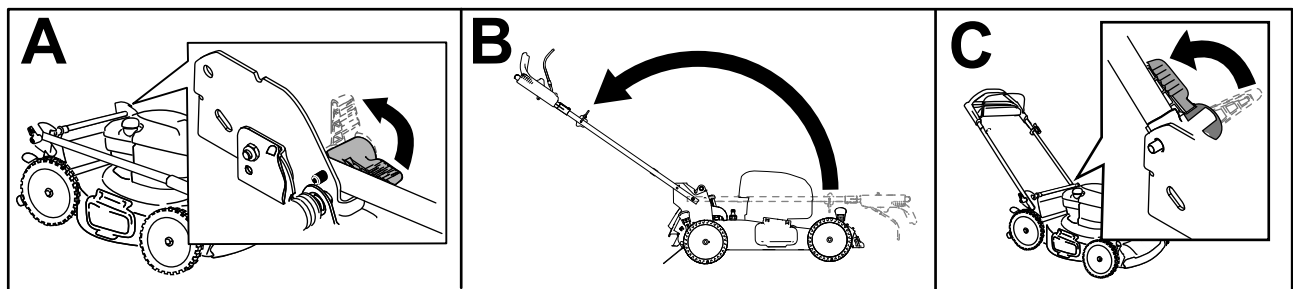

Figura 3
1. Desbloquee la palanca de cierre del manillar (Figura 3, A).
2. Mueva el manillar hacia atrás a la posición de uso (Figura 3, B).
4. Mueva la palanca de bloqueo del manillar hasta que el pasador se enganche en su sitio, para bloquear el manillar en la posición de uso (Figura 3, C).